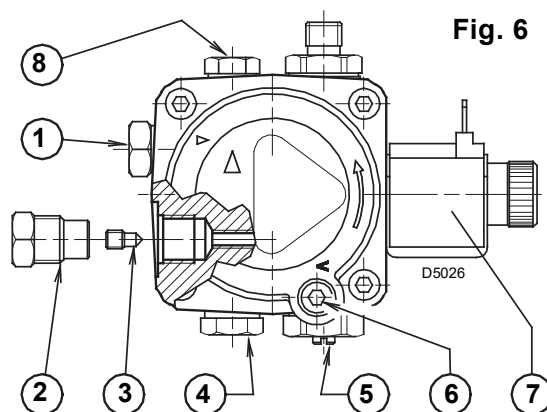
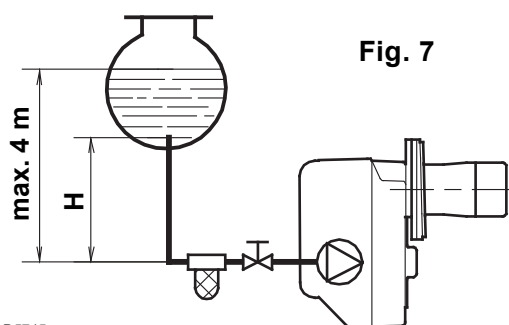

Fig. 6
Fig. 7
- La pompa è predisposta per funzionamento bitubo. Per il funzionamento monotubo è necessario svitare il tappo di ritorno (2), togliere la vite di by-pass (3) e quindi riavvitare il tappo (2), (vedi Fig. 6).
Nell'impianto di Fig. 7 è sufficiente allentare l'attacco del vacuometro (5, Fig. 6) ed attendere la fuoriuscita del combustibile.